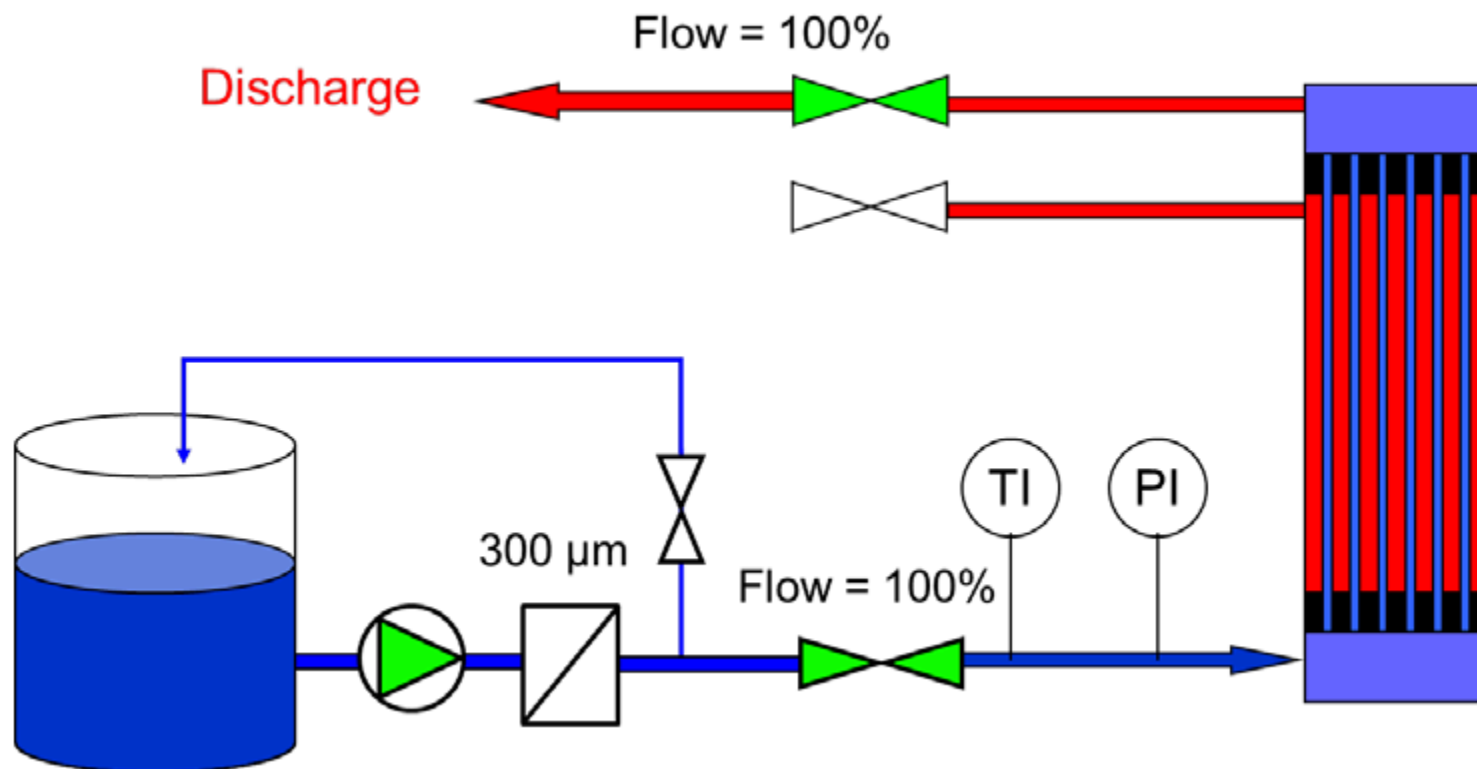

Рисунок 6-5: Промывка химикатов со стороны подачи
3. Для начала открываются клапаны модулей/стоек со стороны подачи и запускается насос для очистки/подачи (рис. 6-5). Установите минимальный объемный расход в соответствии с разделом "Налаживание циркуляции CIP". Сбросы собираются непосредственно из системы. При необходимости химический раствор должен быть нейтрализован перед сливом. Убедитесь, что сливаемый раствор соответствует всем местным нормам в отношении сбросов в канализационную систему.